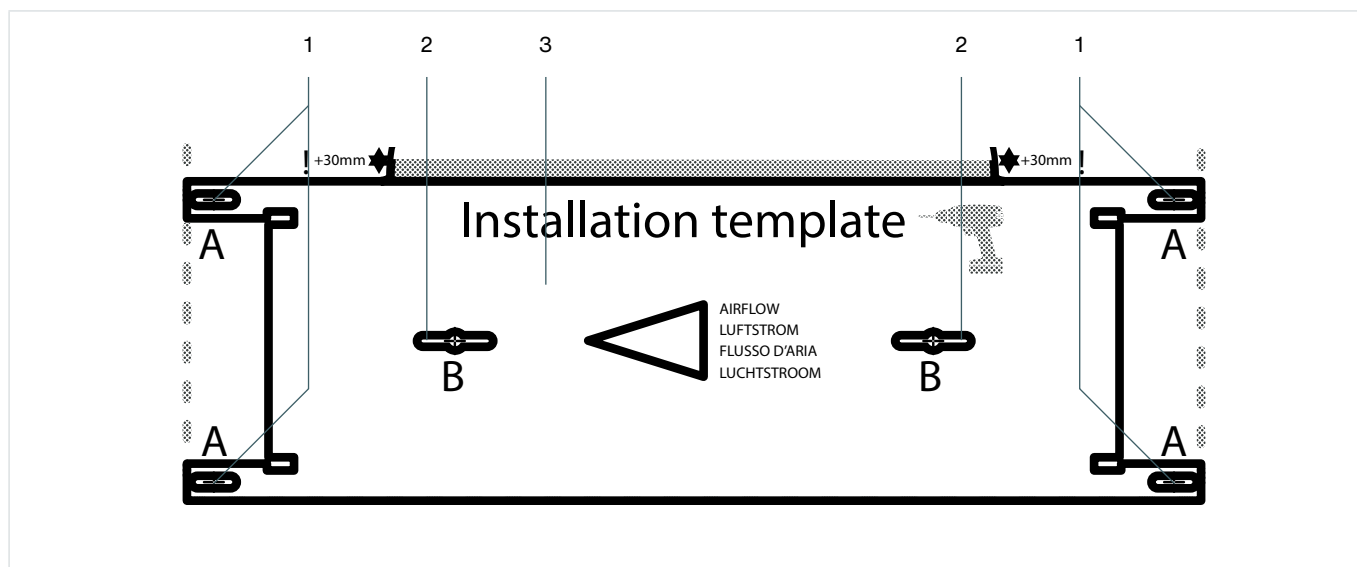

Fig. 5.4 – Fissaggio del modulo VM
1. Fissare il VM-frame (Fig. 5.4, pos. 3) alla parete o al soffitto con le viti e i tasselli secondo l'opzione A (Fig. 5.4, pos. 1) o l'opzione B (Fig. 5.4, pos. 2). A tal fine, utilizzare viti e tasselli adatti al soffitto o alla parete in questione.